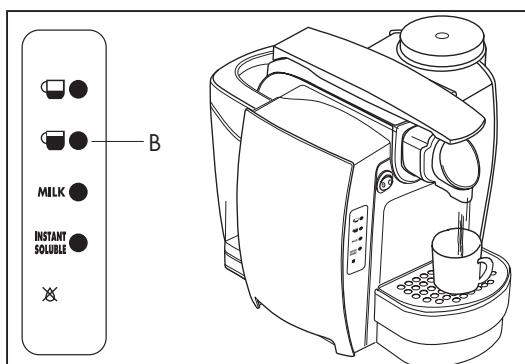

Abb.7
• Drücken Sie die Spültafelte (B) (**Abb. 7**) und warten Sie bis die Abgabe beendet ist.
Um einen richtige Espresso zuzubereiten, das Gitter (3) auf die maximale Höhe positionieren (**Abb. 7**).